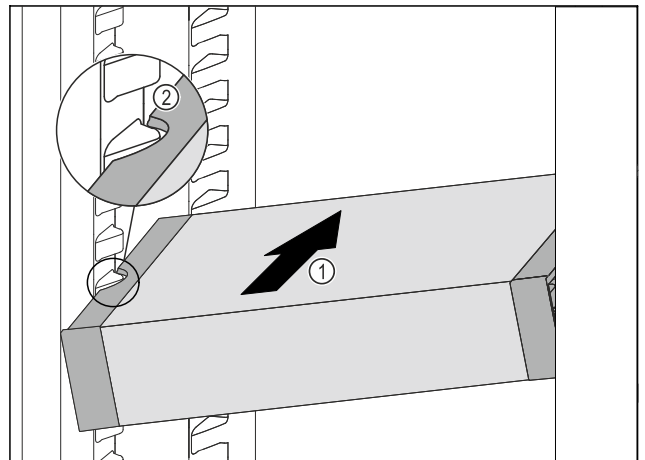

Fig. 106
- Вставити висувний ящик VarioSafe під кутом в охолоджувальне відділення Fig. 106 (1), доки бокові поглиблення Fig. 106 (2) VarioSafe не будуть розташовуватися на рівні ребра для ємності в охолоджувальному відділенні.